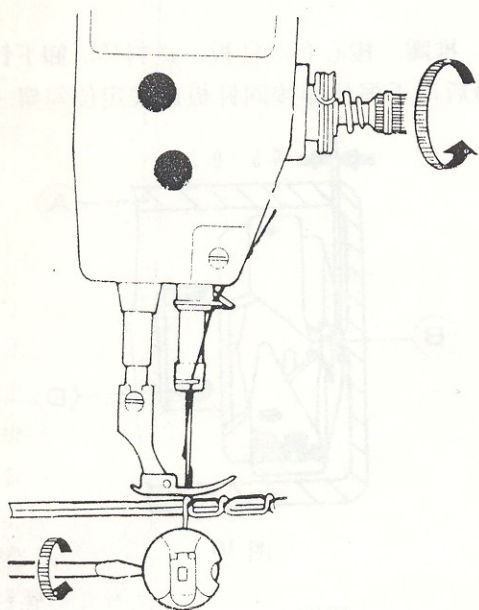

图 25
(1) 如果面线太紧，底线太松（见图 24b），则应逆时针旋转夹线螺母，以放松面线的压力；或用小号螺钉起子，旋紧梭皮螺钉，加大底线的压力（见图 25）